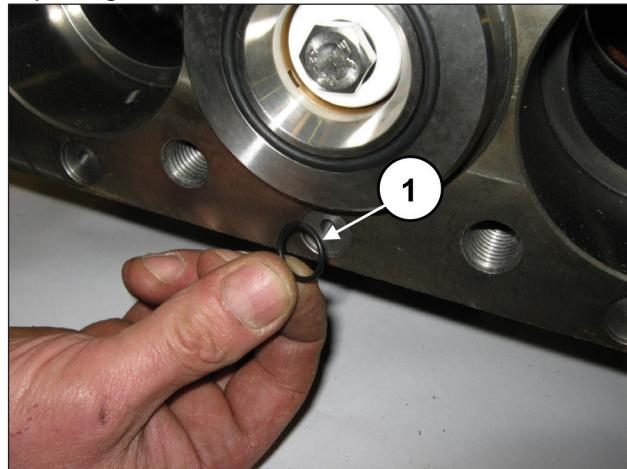

Fig. 163
Poser les 6 joints toriques frontaux sur le carter de pompe (rep. ①, Fig. 163).